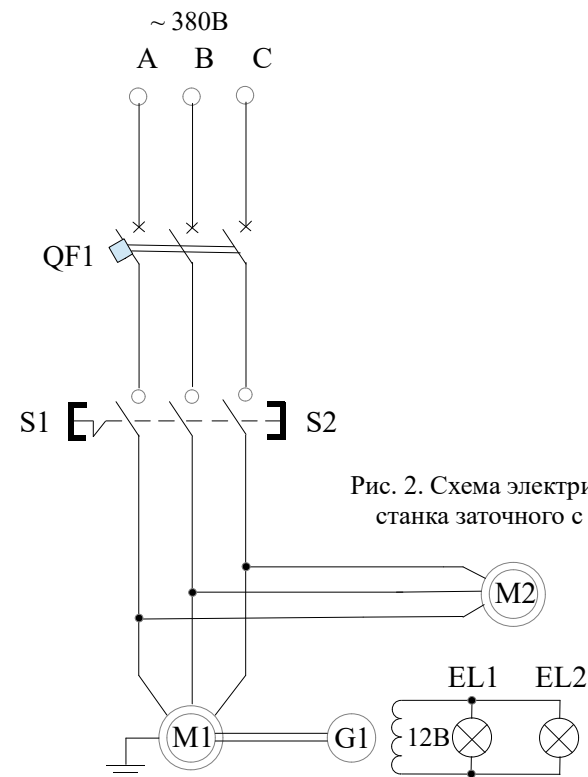

Рис. 2. Схема электрическая принципиальная станка заточного с вытяжкой мод. ЗСВ20.
1.2.4. Схема электрическая принципиальная приведена на рис. 2.
1.2.5. Перечень элементов электрооборудования, указанных на рис. 2, приведён в табл. 2.
1.3.4. Электрооборудование станка рис. 2 обеспечивает его подключение к питающей электросети с помощью вводного автомата QF1 и пуск и остановку точила и центробежного вентилятора вытяжного устройства кнопками S1 («Пуск» или «ON») и S2 («Стоп» или «OF»). Одновременно с включением точила и вытяжного устройства включаются лампы накаливания светильников EL1 и EL2 над шлифовальными кругами. При работе центробежного вентилятора создаётся разряжение воздуха в зоне заточки режущего инструмента, вместе с воздухом частицы абразивной и металлической пыли засасываются через гибкие отводящие трубки 11 в воздухоборник 1. Попадая в воздухоборник 1, крупные частицы пыли оседают на его дне; а более мелкие летучие частицы, проходя вместе с воздухом через фильтр 13 остаются на его поверхности (внутри воздухоборника), а очищенный воздух отводится центробежным вентилятором 14 в рабочее помещение.